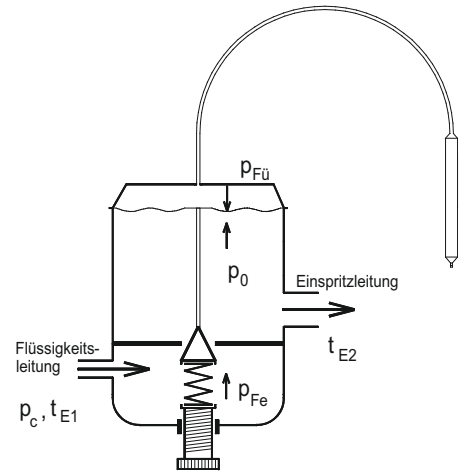

Abb. 1.3 Thermostatisches Expansionsventil (TEV)Abb
10. Abbildung 1.3 zeigt ein *Thermostatisches Expansionsventil (TEV)*. Welche Be-